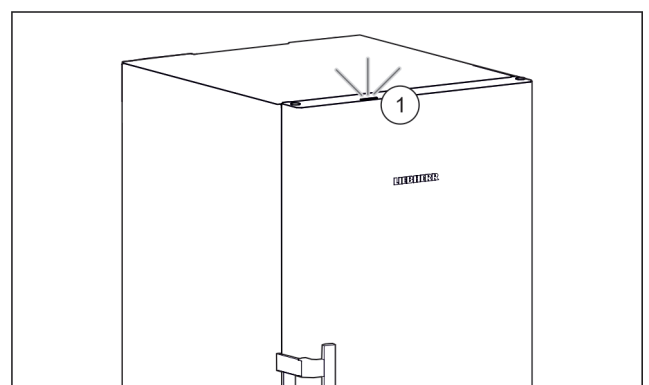

Fig. 4
Quando si mette in funzione l'apparecchiatura, la spia di stato Fig. 4 (1) è disattivata in fabbrica.